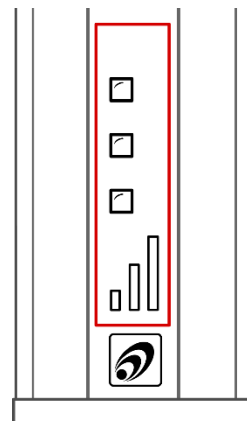

Рис. 13. Индикатор сигнала GSM.
**2. Индикатор уровня сигнала сотовой сети GSM** (только в терминалах с внешним источником питания) (Рис. 13).